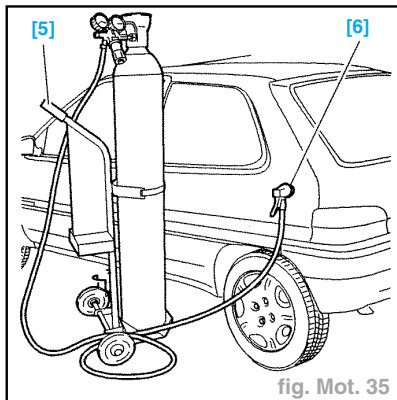

fig. Mot. 35
- Ouvrir la vanne (6) à fond.
- En cas d'anomalie de fonctionnement : fermer la vanne (6).
- Lorsque l'intensité de la flamme diminue, relier l'outil [5] au véhicule à l'aide de l'outil [6] (fig. Mot. 35).